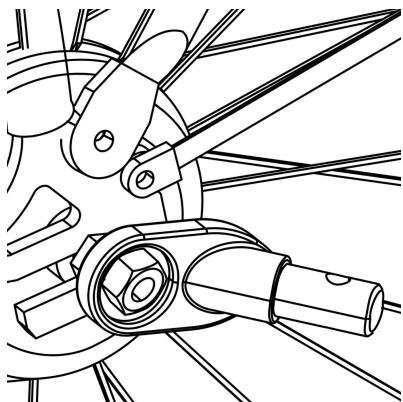

Figura 12
**2. Eje con tuerca:** Desenrosque la tuerca con arandela del lado izquierdo del eje trasero de la bicicleta. Instale el enganche en el eje y vuelva a atornillar la tuerca con la arandela ( Figura 12 ).